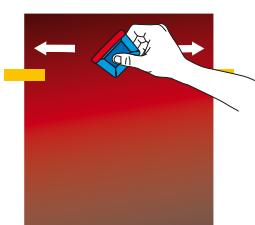

Figure 06
- › Commencer le collage du film avec une raclette (préalablement recouverte de feutrine) formant un angle à 30° et un sens d'application du centre vers les bords. (FIG. 06)